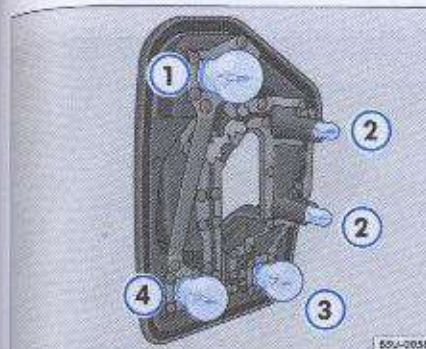

Fig. 145 Lámparas de la linterna trasera
La localización y la identificación de las lámparas ⇒ fig. 145 están relacionadas a continuación:
- Para sustituir las lámparas quemadas ⇒ página 213, fig. 145 ①, ③ y ④, presiónelas contra el soporte y gírelas, al mismo tiempo, en el sentido antihorario. Para remover las lámparas quemadas ⇒ página 213, fig. 145 ②, basta tirarlas hacia afuera del soporte.